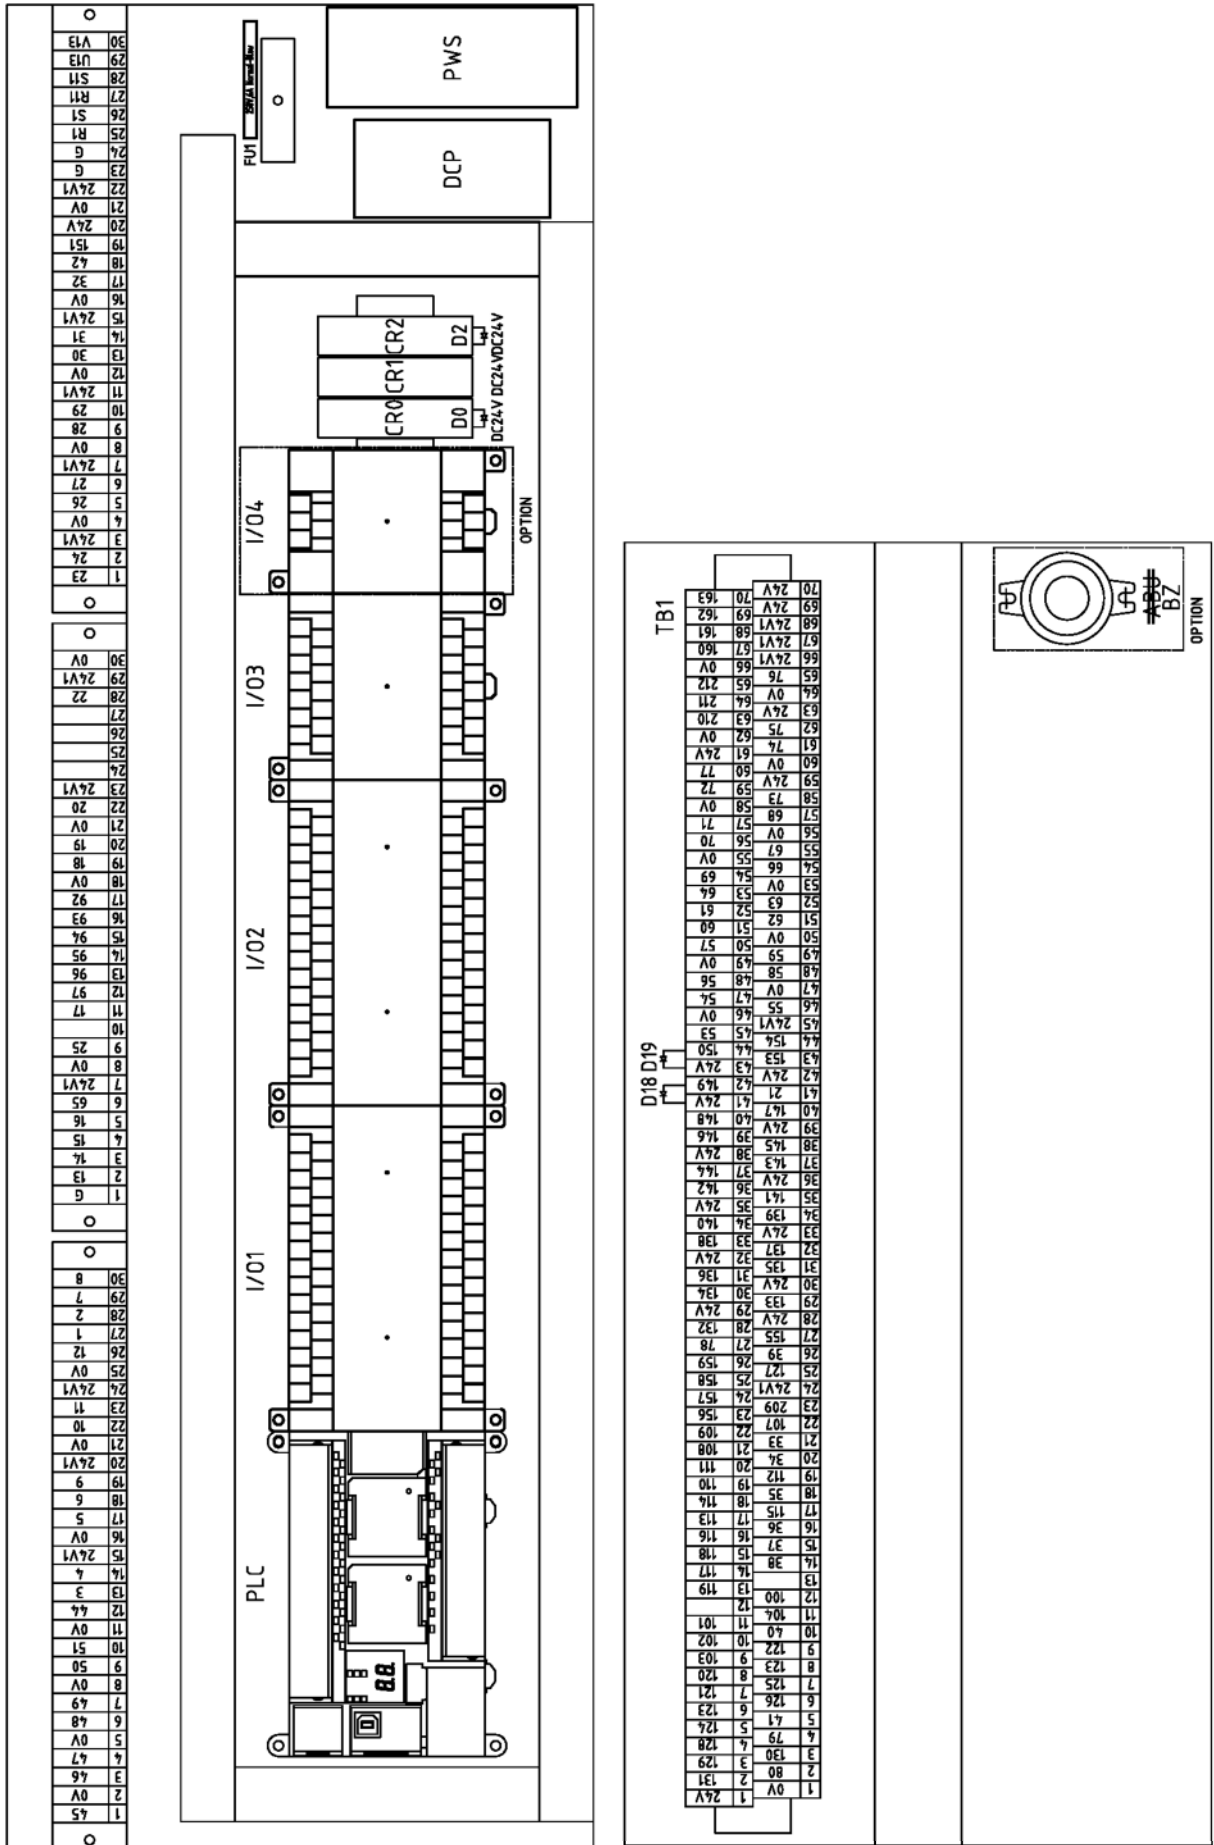

Figure 8-52
DC 電源装置を主体とした制御盤です。(詳細図は Figure 8-52 を参照)
8.4.3.1 ヒューズ (Figure 8-52, Figure 8-53)